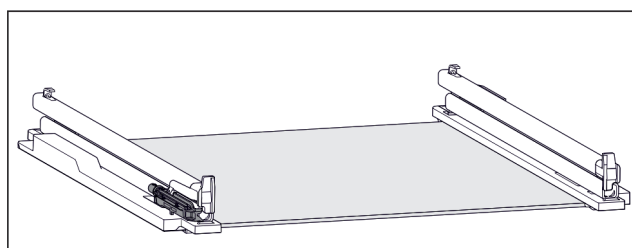

Fig. 109 Узел амортизатора
- Узел амортизатора крепится на левой направляющей. (см. Fig. 109) На правой направляющей узел амортизатора не крепится.